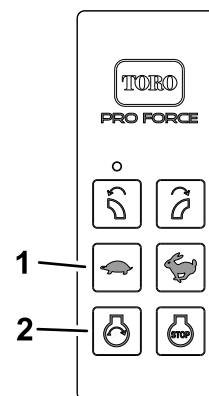

Figura 23
2. Per commutare la luce in posizione ON o OFF, premete i pulsanti del telecomando (Figura 23) nella seguente sequenza: